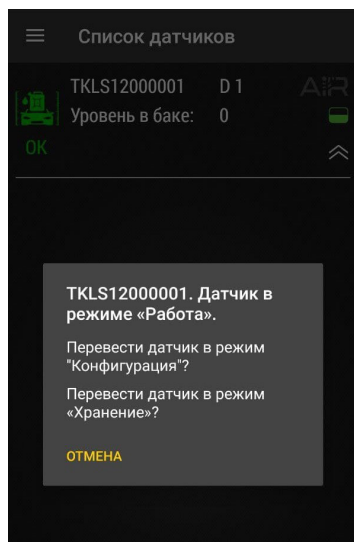

Рис.24. Включение режима «Хранение».
- После считывания NFC метки появится меню выбора режима датчика (Рис.24). Далее выберите режим: «Хранение».